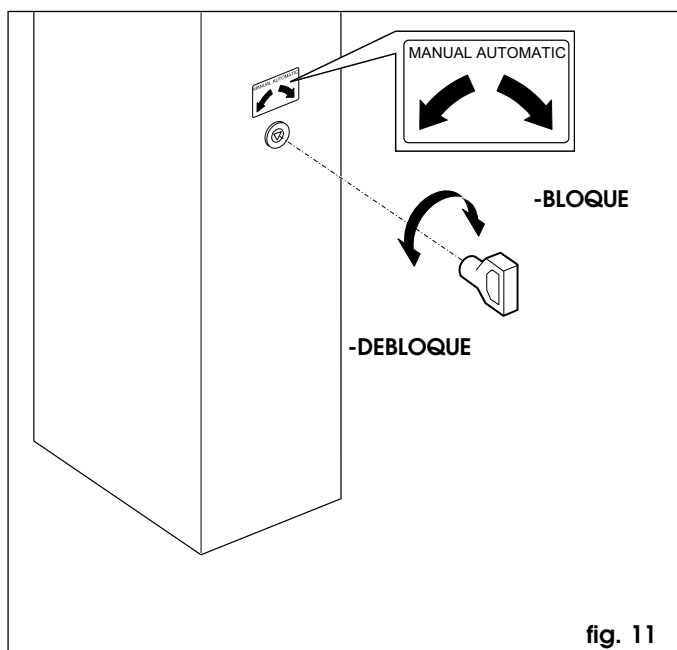

fig. 11
- Introduire la clé triangulaire standard (Fig.11) dans la serrure et la tourner d'1 tour dans le **sens inverse des aiguilles d'une montre**.